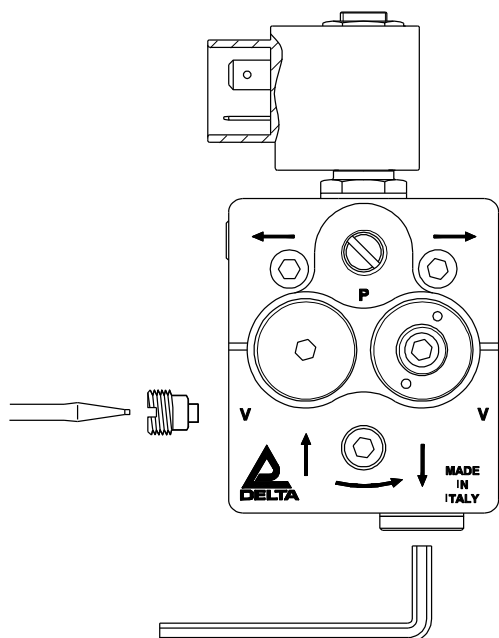

Fig. 1
1. Usando una chiave brugola da 6 mm, rimuovere il tappo da 1/4" che ostruisce il foro di ritorno (Fig. 1).
4. Inserire ed avvitare un tappo da 1/4" nel foro di ritorno (Fig.1).